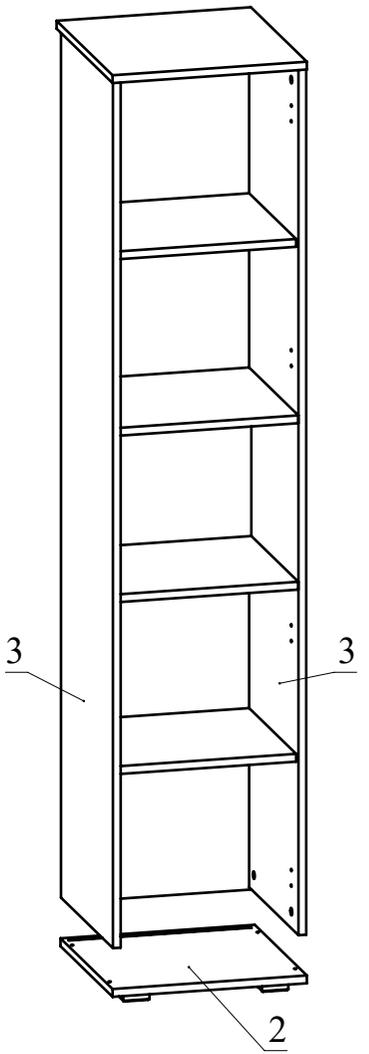

Рис.7
8. Установите деталь 2 на детали 3 (2шт.) и затяните головки минификсов (Рис. 7).